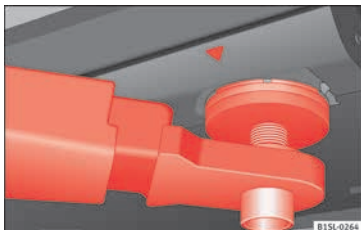
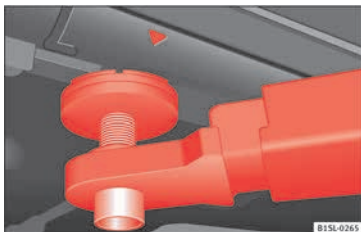

Abb. 233 Aufnahmepunkte vorn zum Anheben mit der Hebebühne oder dem Wagenheber.
Abb. 234 Aufnahmepunkte hinten zum Anheben mit der Hebebühne oder dem Wagenheber.
Das Fahrzeug darf nur an den in den Abbildungen » Abb. 233 und » Abb. 234 gezeigten Punkten angehoben werden. Wenn das
- Fahrzeug nur an den in den Abbildungen » Abb. 233 und » Abb. 234 gezeigten Punkten anheben. Wenn das Fahrzeug nicht an